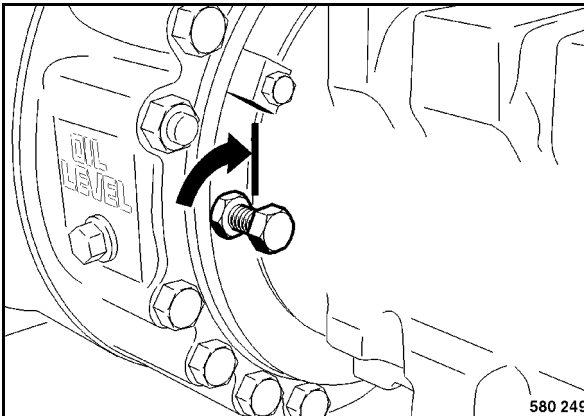

Fig. 66
- Volver a enroscar los tornillos para soltar el freno (Fig. 66) hasta entrar en contacto con el pistón del freno.